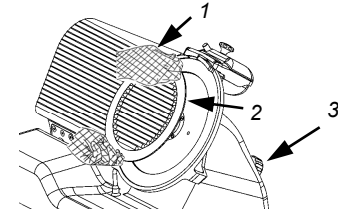
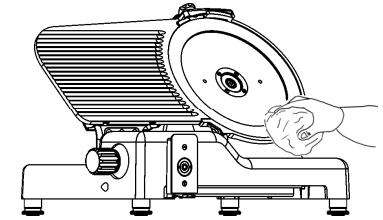

Abb. 41
Abb. 42
ACHTUNG: Für die Reinigung des Schneideblatts benötigt man ein Paar Metallhandschuhe (1) (Abb.41) und ein feuchtes Tuch.
Den Drehgriff des Abdeckungszugbolzens (3) loslösen und die Messerabdeckung (2) abnehmen (Abb. 41). Nun kann das Schneideblatt gereinigt werden (Abb. 42).